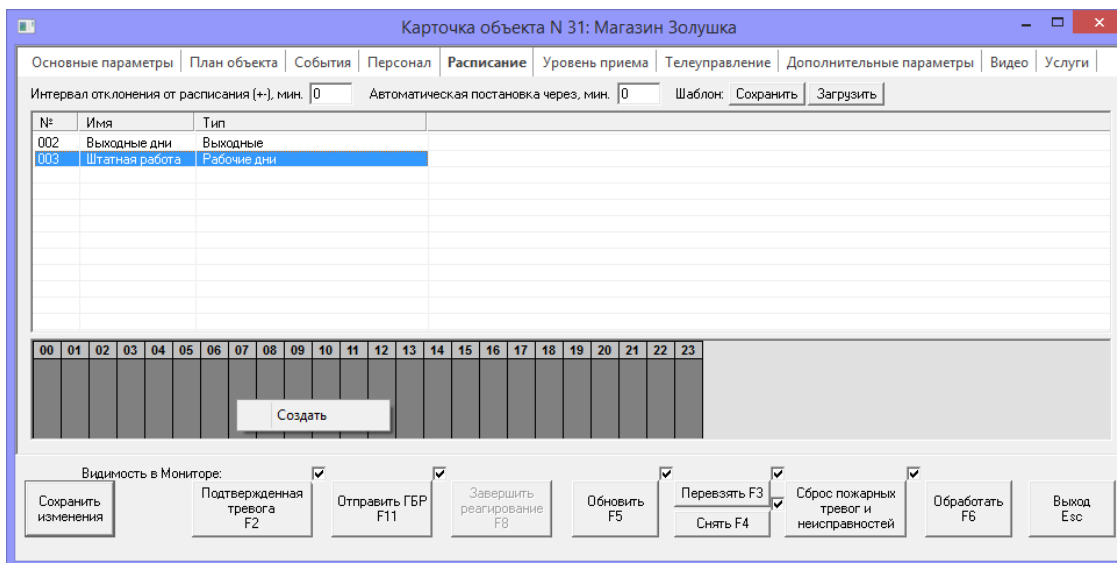

Рисунок 15.12 — Переход к установке временных интервалов охраны
- 4) Нажмите кнопку *OK*. В результате на вкладке *Расписание* появится строка *созданного* расписания (см. рисунок 15.12).